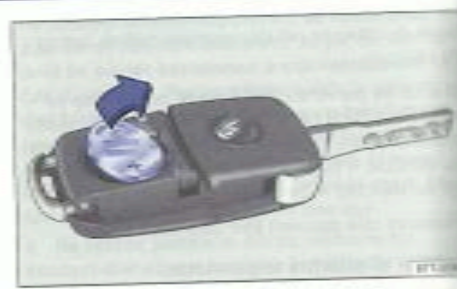

Fig. 23 Clé du véhicule : retrait de la pile.
- Dégagez la pile de son logement en faisant levier à l'aide d'un objet fin approprié → fig. 23.
- Mettez en place la batterie neuve comme représenté ici → fig. 23 et enfoncez-la dans le compartiment dans le sens inverse de la flèche → ②.